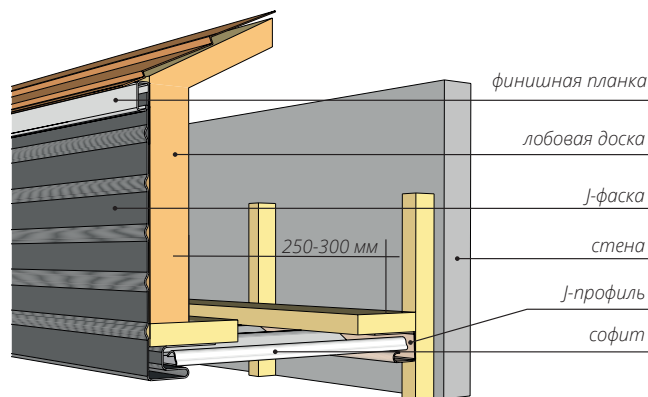

Рисунок 79
- 16.2** Далее к стене устанавливается J-профиль (рис. 79). Софит нарезается на отрезки нужной ширины и устанавливается в пазы J-профиля и J-фаски, затем крепится саморезами в обрешетку.